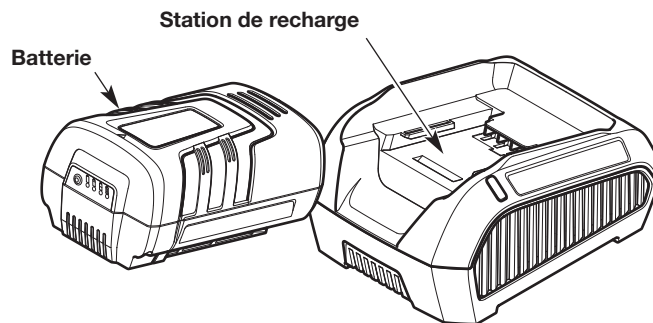

Fig. 2
2. Insérez la batterie dans la station de charge (Fig. 2). Poussez la batterie fermement jusqu'à ce qu'elle s'enclenche.